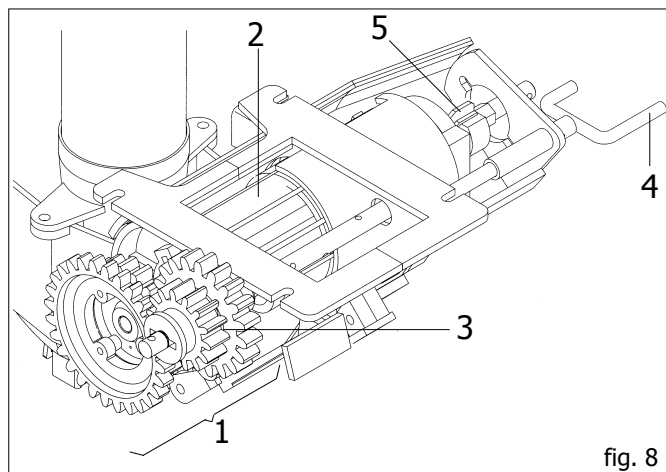
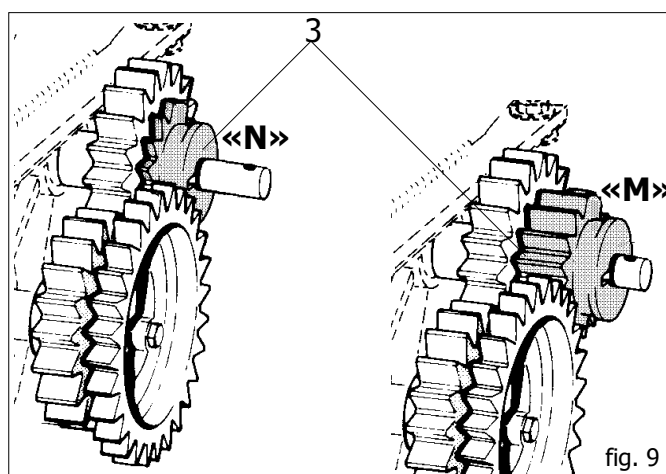

fig. 8
fig. 9
Il dosatore (fig. 8), organo principale per il funzionamento della seminatrice, è posizionato sotto il serbatoio delle sementi. Riceve il moto dalla ruota di trasmissione per mezzo di ingranaggi e catene. Composto da un cambio (1 Fig. 8), permette due rapporti di trasmissione al rullo distributore (2) variando la posizione della ruota dentata rossa (3 Fig. 9). Nella posizione «N», il rapporto al cambio è di 1:1 dettato dalla coppia di ruote dentate Z19; spostando la ruota (3) in «M», il rullo distributore dimezzerà i propri giri, in quanto la trasmissione viene composta dalla ruota motrice rossa Z14 e ruota condotta Z28.
La molla di blocco (5 Fig. 8) permette di modificare il campo d'apertura della saracinesca e contemporaneamente la portata del rullo